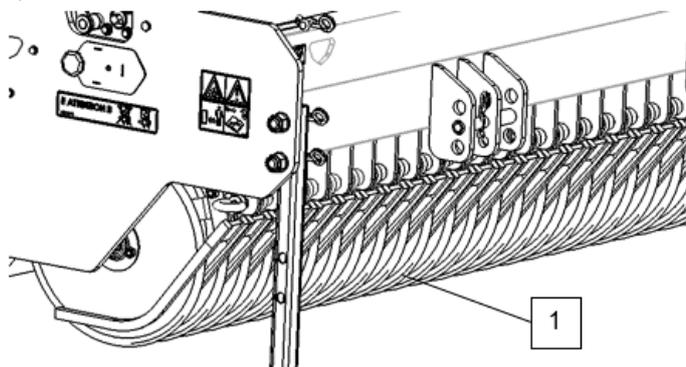

Fig.7-2
- Verifique os elementos de semeadura (1) quanto a danos e repare se necessário. (Fig.7-2)